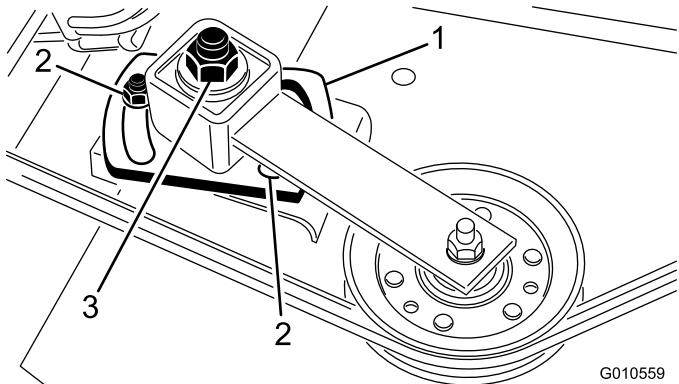

Bild 28
4. Lösen Sie die zwei Muttern, mit denen die Spannscheibe befestigt ist. Ziehen Sie die Einstellmutter der Spannscheibe mit einem Sechskantschlüssel oder Drehmomentschlüssel auf 24-41 N·m an (Bild 28).